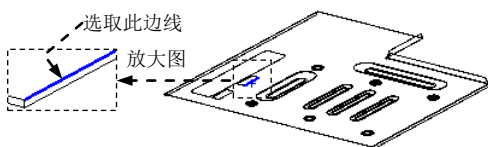

图 17.10.96 定义特征的边线
(1) 选择命令。选择下拉菜单 **插入(I)** → **钣金(B)** →  **边线法兰(E)...** 命令。系统弹出“边线法兰”对话框。
(2) 定义特征的边线。选取图 17.10.96 所示的模型边线为生成的边线法兰的边线。
(3) 定义法兰参数。在 **角度(A)** 区域的  文本框中输入角度值 90.0; 在“边线法兰”对